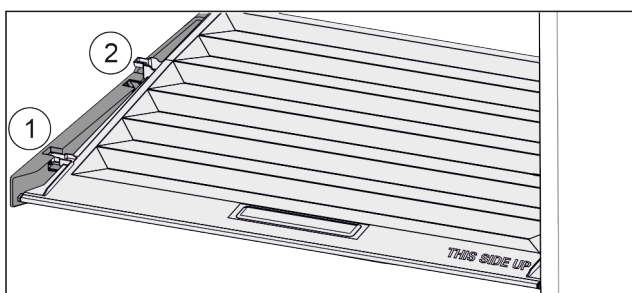

Fig. 51
- ▶ Træk dækslet fremad til åbning i holdedelene Fig. 51 (1).
- ▶ Løft nedefra og bevæg det opad og ud Fig. 51 (2).